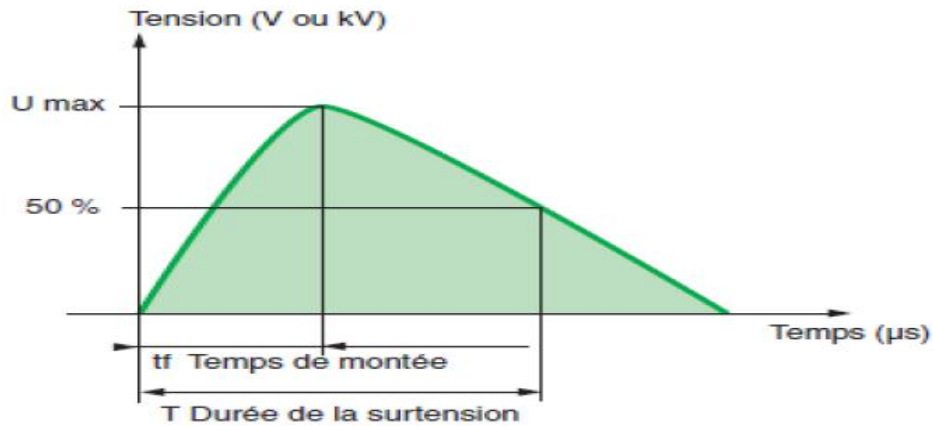

Fig.2 : Principales caractéristiques d'une surtension
Une surtension perturbe les équipements et produit un rayonnement électromagnétique. En plus, la durée de la surtension (T) cause un pic énergétique dans les circuits électriques qui est susceptible de détruire des équipements. Elle est caractérisée (voir fig.2) par: